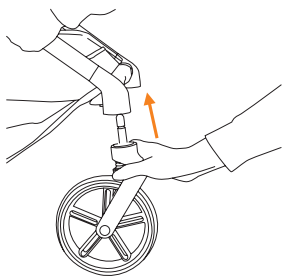

Рисунок 3
1. (См. Рисунок 3) Вставьте переднее колесо в отверстие рамы до щелчка. Колесо зафиксировано. Установите другое переднее колесо таким же образом.